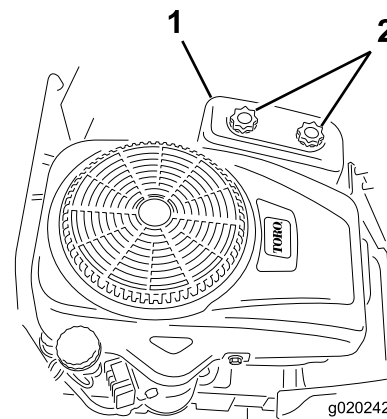

Figura 37
4. Togliete il coperchio del filtro dell'aria svitando le 2 manopole (Figura 37).